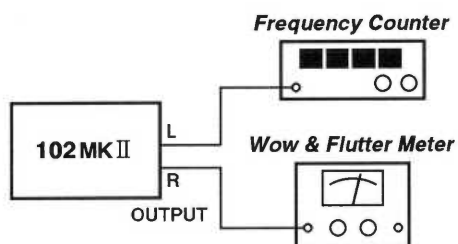

Fig. 3-1
1. Connect a frequency counter to the deck as shown in Fig. 3-1.
1. Fig. 3-1のように周波数カウンターを接続する。
1. Connect a wow-and-flutter meter to the deck as shown in Fig. 3-1.
1. Fig. 3-1のようにワウ・フラッタメーターを接続する。